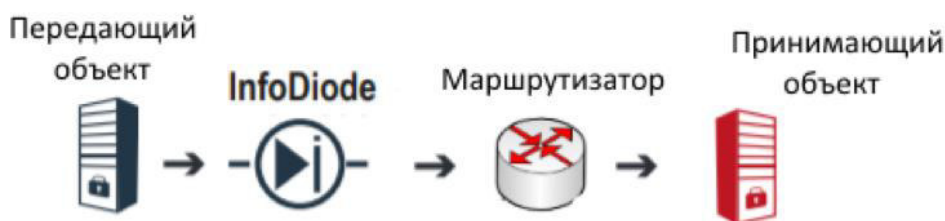

Рис. 12. Изделие установлено перед граничным маршрутизатором
**Вариант – 3: приемный объект включен в сеть и не имеет внешнего IP-адреса, Изделие установлено перед граничным маршрутизатором (Рис. 12).**